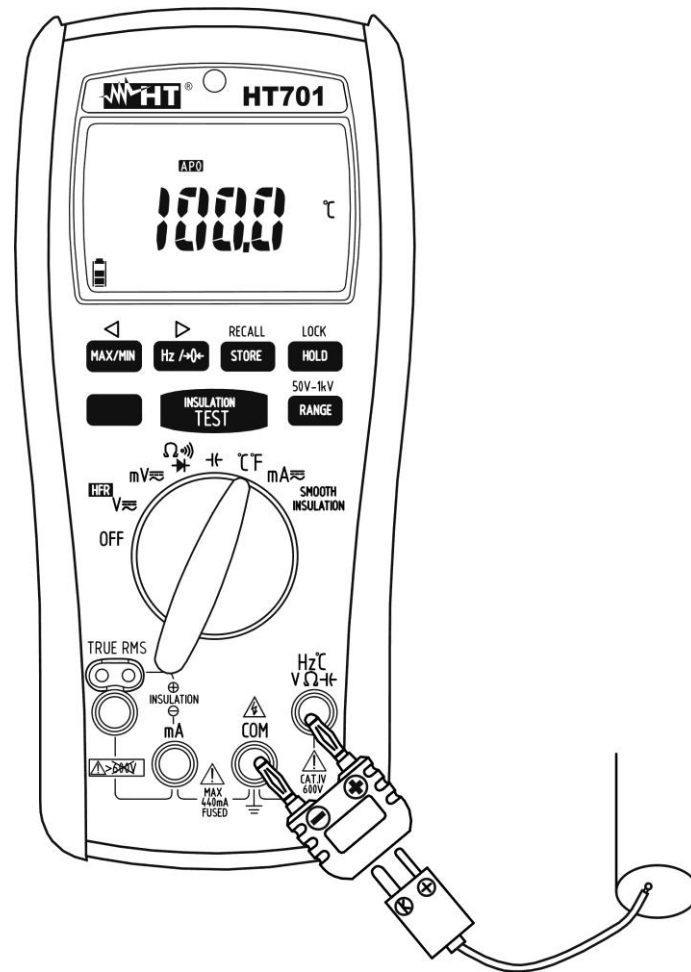

Abb. 9: Verwendung des Gerätes für Temperaturmessung mit K-Temperaturfühler
3. Verbinden Sie den mitgelieferten Adapter in die Eingangsbuchsen **Hz °C V Ω Hz** und **COM** und dabei achten Sie auf die rote und schwarze Farbe (siehe Abb. 9)